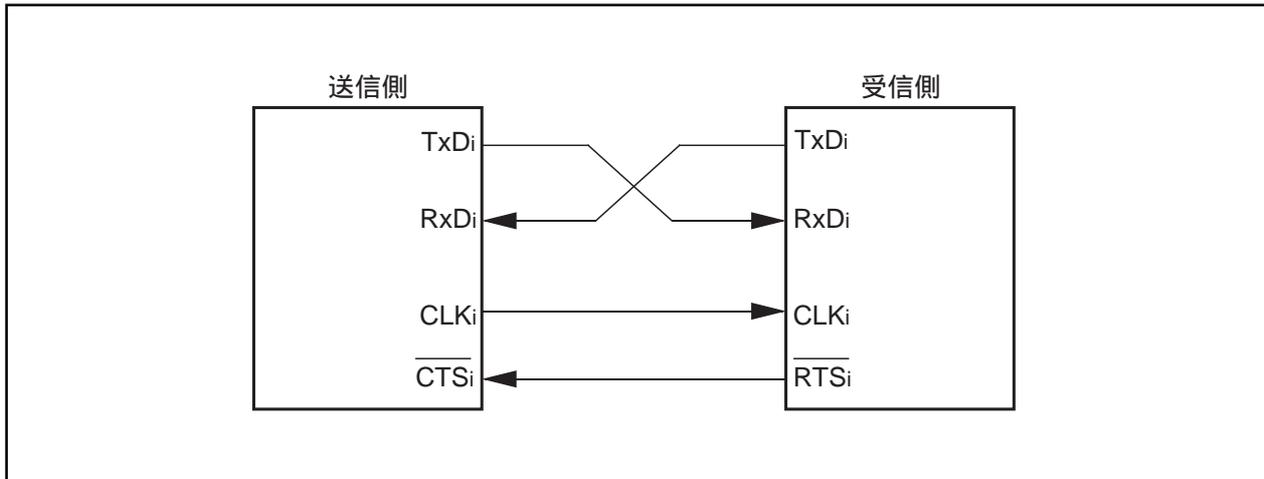

図2.4.14. 結線例
送受信 (1) 外部クロック選択時、RTS機能を選択した場合は、受信可能状態になるとRTSi端子の出力レベルが“L”になり、受信が可能になったことを送信側に知らせます。受信が開始されるとRTSi端子の出力レベルは“H”になります。このため、RTSi端子を送信側のCTSi端子に結線すると、送受信のタイミングを合わせることができます。内部クロック選択時はRTS機能は無効です。図2.4.14に結線例を示します。